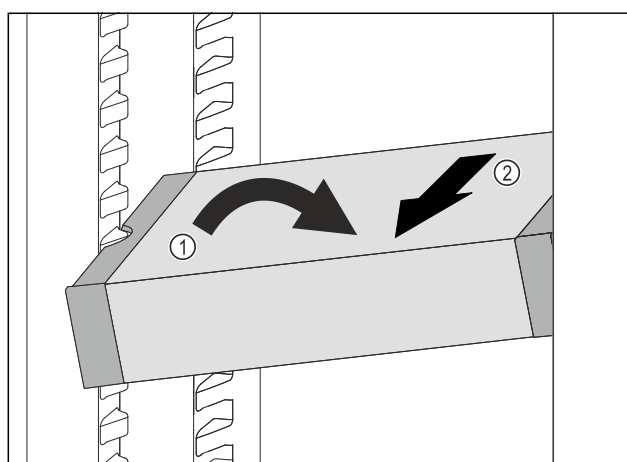

Fig. 85
- ▶ VarioSafe ustawić w chłodziarce pod skosem. Fig. 85 (1)
- ▶ VarioSafe wyjąć do przodu. Fig. 85 (2)